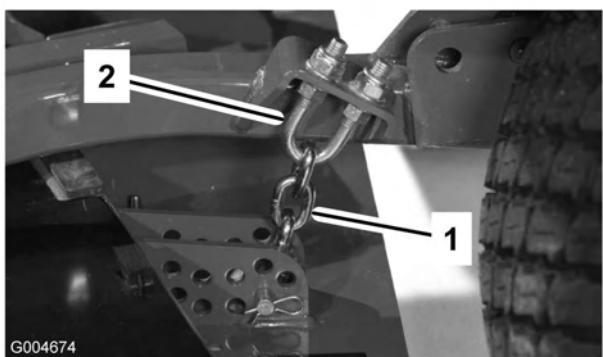

Figura 75
- Desaperte as porcas de retenção na zona superior ou inferior da cavilha em U da correia da altura de corte (Figura 75).